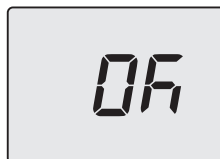

Figura 5.58
- Premendo il tasto 14 (Figura 5.53) si ottiene la conferma del valore inserito. Il display visualizzerà per 5 sec. quanto segue (Figura 5.58) poi, si porterà al livello superiore.